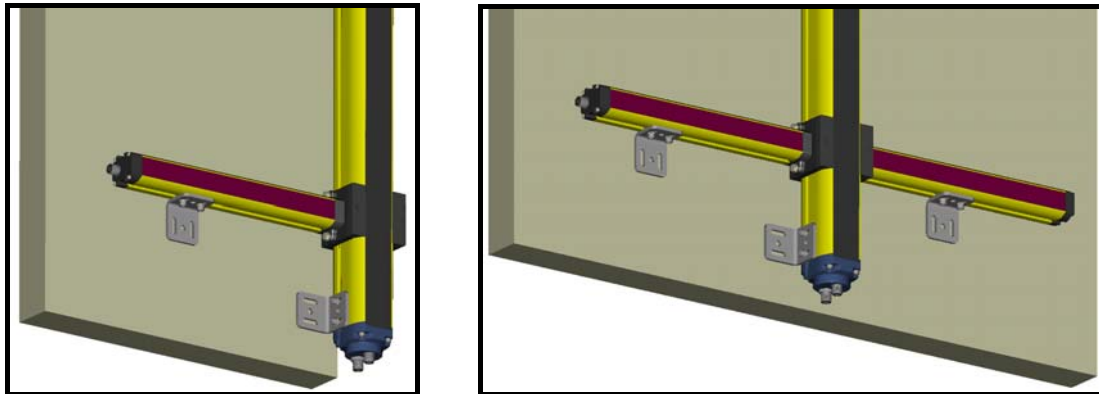

Figure 26
- Pour des applications complexes, en raison de la présence de fortes vibrations, les bras doivent être fixés avec des équerres de fixation spéciales Figure 26.
En présence de fortes vibrations, les équerres de fixation (voir paragraphe 4.1) pour le montage des bras de Muting sont obligatoires (Figure 26), alors qu'elles sont normalement facultatives (en option) dans des conditions de travail standard.